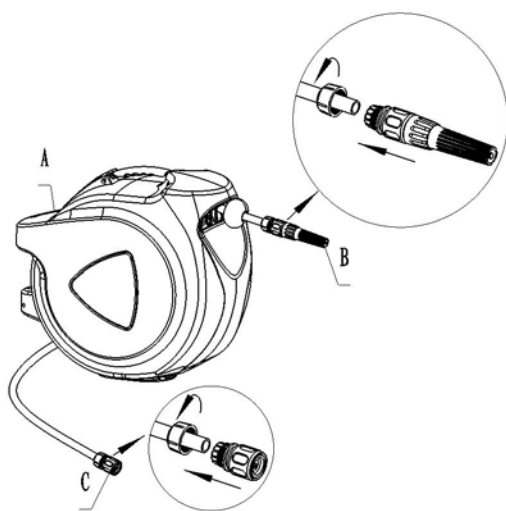

Bild 2
1. Sätt fast snabbkopplingen och munstycket. *(Bild 2)*